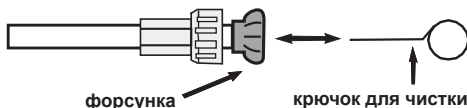

Рис. 3 - Чистка форсунки специальным крючком
6. С помощью специального крючка из комплекта поставки произведите чистку (рисунок 3)